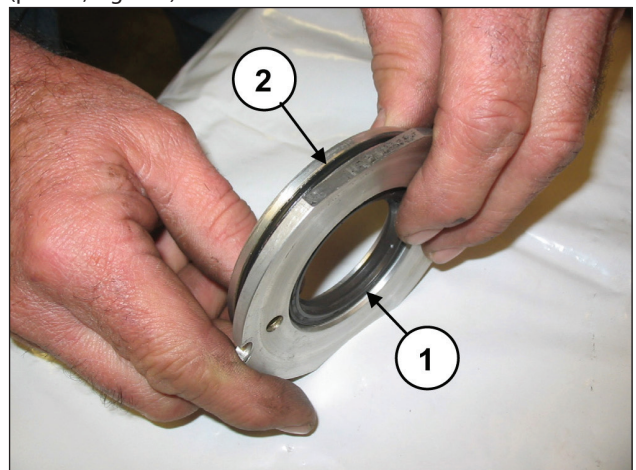

Fig. 130
Troque a junta do óleo (pos. ①, Fig. 130) e o O-ring externo (pos. ②, Fig. 130).